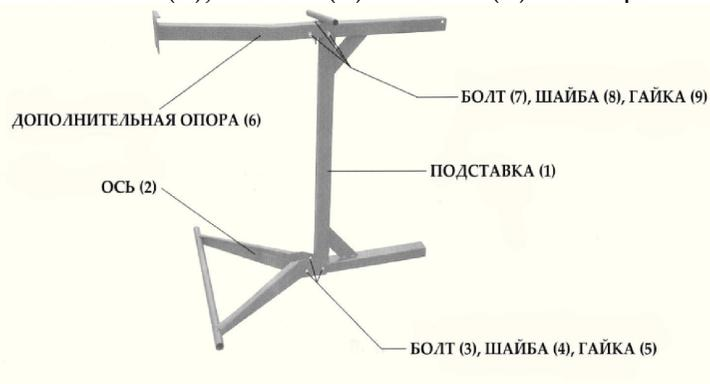

рис. 1
- закрепите подставку (1) на оси (2) так, чтобы отверстия расположились, как на рис. 1.
- вставьте болты (3) в отверстия с одной стороны, затем шайбы (4) и гайки (5) с другой стороны, и затяните с помощью гаечного ключа.
- установите дополнительную опору (6) на подставку (1) так, чтобы отверстия для болтов совпали.
- вставьте болты (7) в отверстия с одной стороны, затем шайбы (4) и гайки (5) с другой стороны, и затяните с помощью гаечного ключа.